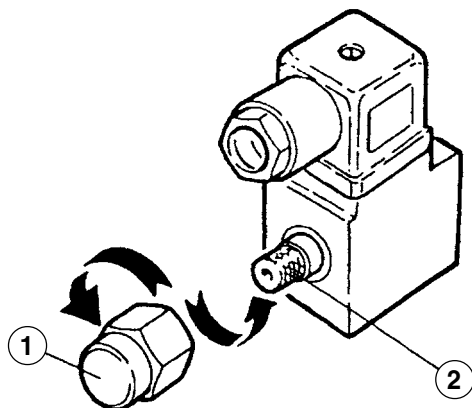

Fig.18
KP 1396 E - KP 1396 TE - Rif. fig. 18
KP 1396 E - KP 1396 TE - Ref. fig. 18
KP 1396 E - KP 1396 TE - Zu Abb. 18
KP 1396 E - KP 1396 TE - Réf. fig. 18
1) Elettrovalvola di discesa **EV1** (fig. 18).
1) Solenoid valve **EV1** for descent (fig. 18).
1) Elektroventil für die Absenksteuerung **EV1** (Abb. 18).
1) Electrovanne de descente **EV1** (fig. 18).
1) Electroválvula de descenso **EV1** (fig. 18).